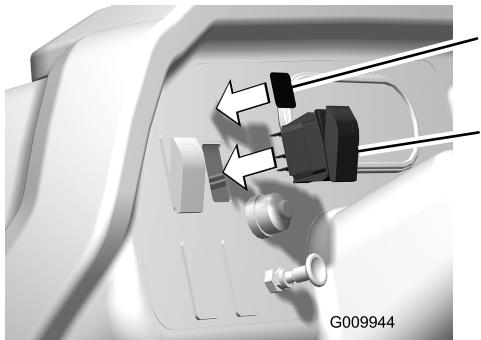

Bild 21
4. Finden Sie den Kabelbaum mit dem Rückführungsstecker unter dem Armaturenbrett (Bild 21).
6. Stecken Sie den Kabelbaumadapter in die Kabelbaumbuchse und in den Schalter (Bild 21).